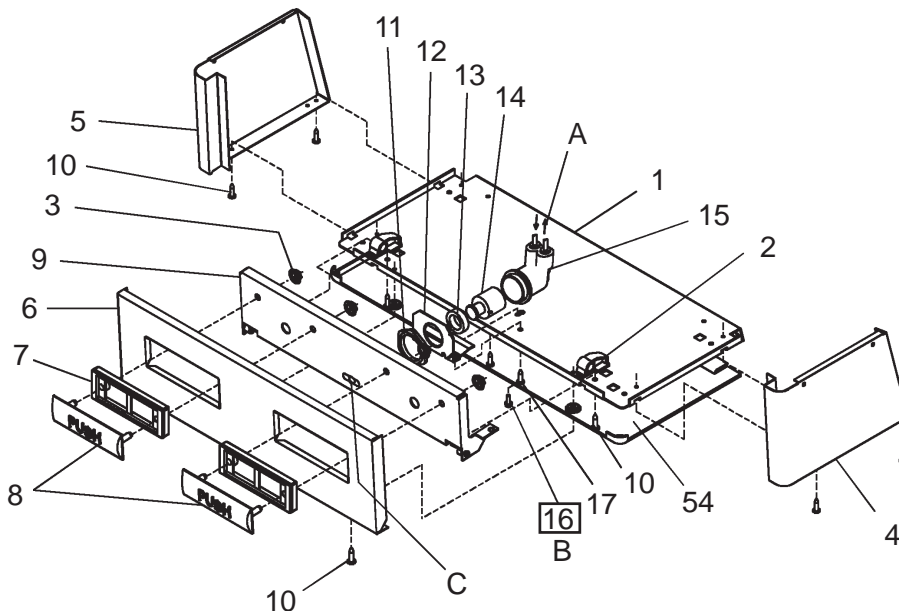

FIG. 3
See Fig. 3 for Push Bar Mechanism
Vea ia Fig. 3 para el Mecanismo de la Barra de Empuje
Voir Fig. 3 pour ie Mechanisme de Barre-poussoir
- 8) Stream height is factory set at 35 PSI. If supply pressure varies greatly from this, readjust stream height to approximately 1-1/2" (38mm) above the bubbler guard by turning adjustment screw, accessible by removing front push panel, Item No.48 (see Fig.3).
- 10) Replace the front panel and secure by retightening four (4) screws.
- 8) La altura del chorro se determina en la fábrica a 35 PSI. Si la presión del suministro varía demasiado de este valor, reajuste la altura del chorro a aproximadamente 1-1/2" por encima del protector del borboteador dando vuelta al tornillo de ajuste sacando el panel frontal de empuje, Artículos 48 (vea Fig. 3).
- 10) Vuelva a colocar el panel frontal y asegúrelo apretando nuevamente los cuatro (4) tornillos.
- 8) Le niveau d'écoulement est réglé en usine à 35 Lb/ po². Si la pression varie beaucoup de ce point, ajustez le niveau à nouveau à environ 1-1/2" (38mm) au-dessus du protège-barboteur en tournant la vis de réglage du régulateur que l'on trouve en retirant le panneau, article 48 (voir fig. 3).
- 10) Remplacez le panneau avant et fixez le en place en resserrant les quatre (4) vis.